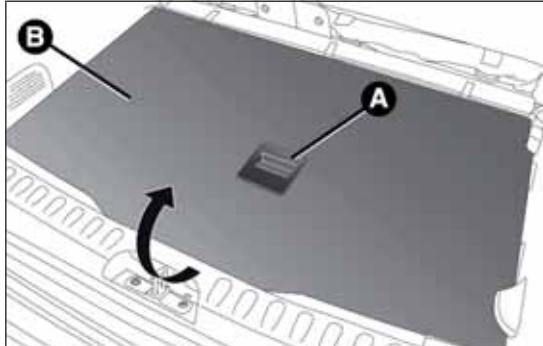

fig. 93
- impugnare la maniglia A fig. 93 e sollevare verso l'alto il piano B tenendolo con una mano;
- impugnare la maniglia A fig. 93 e rimuovere il piano B;